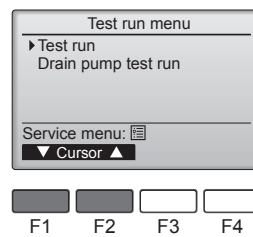

Fig. 6-4
④ [F1] veya [F2] düğmesi ile "Test run" (Çalışma testi) ögesini seçin ve düğmesine basın. (Fig. 6-4)